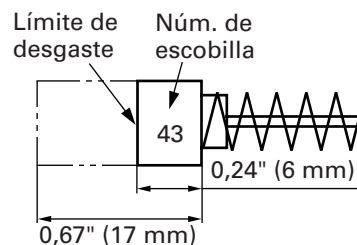

Fig. 24
4. Inspeccionar los escobillas de carb3n (Fig. 24)
NOTA: Utilice las escobillas metabo HPT N3m. 43 indicadas en la Fig. 24.